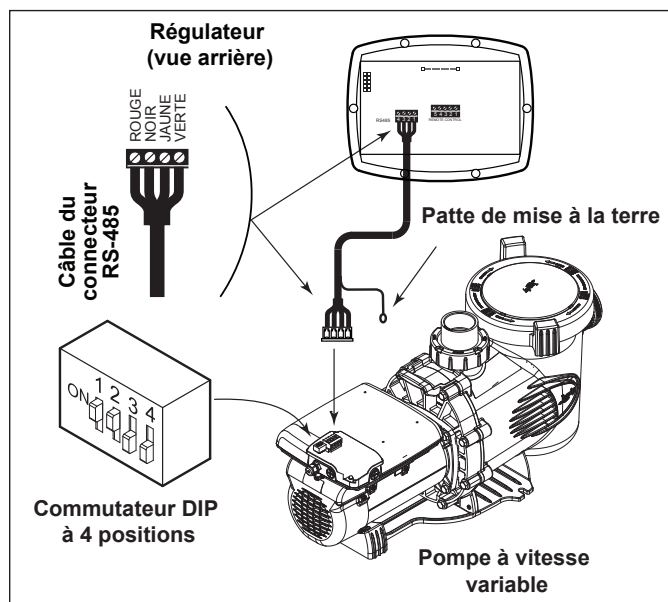

Figure 4. Câblage du régulateur de la ePump (JEP-R) vers la ePump, moteur Regal Beloit
4. Fixer les quatre (4) fils dans le câble RS-485 vers le connecteur RS-485. Faire correspondre les couleurs de fil avec les positions sur le connecteur : 1 - rouge, 2 - noir, 3 - jaune et 4 - vert. Voir le figure 4.
6. Faire glisser les commutateurs DIP 1 et 2 vers le haut, de manière à ce qu'ils soient à la position ON, et les commutateurs DIP 3 et 4 vers le bas, de manière à ce qu'ils soient à la position OFF. Voir le figure 4.
Tel qu'il est indiqué aux figures 4, 5A et 5B, le commutateur DIP à 4 positions est situé à l'arrière de la ePump. Ce commutateur DIP remplit deux (2) fonctions : il choisit l'adresse de la pompe et détermine quel type de régulateur sera employé avec la pompe. Les tableaux ci-dessous montrent les configurations des commutateurs DIP.
Voir les figures 4, 5A et 5B pour connaître l'emplacement du compartiment. Un couvercle d'accès retenu par une vis cruciforme doit d'abord être retiré.